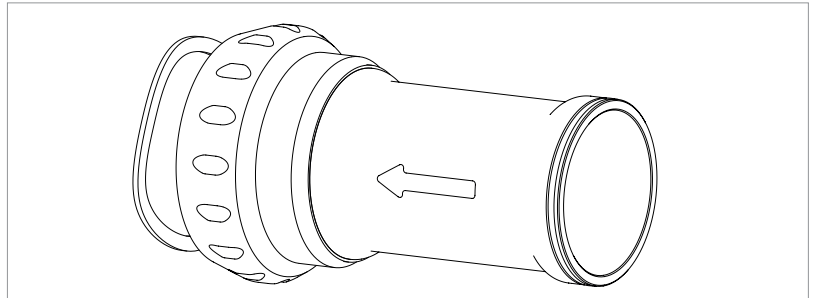

Fig.1
• Prima di installare le calotte nel movimento centrale, inserite il tubetto, seguendo il verso della freccia, in una delle due calotte (Fig. 1).